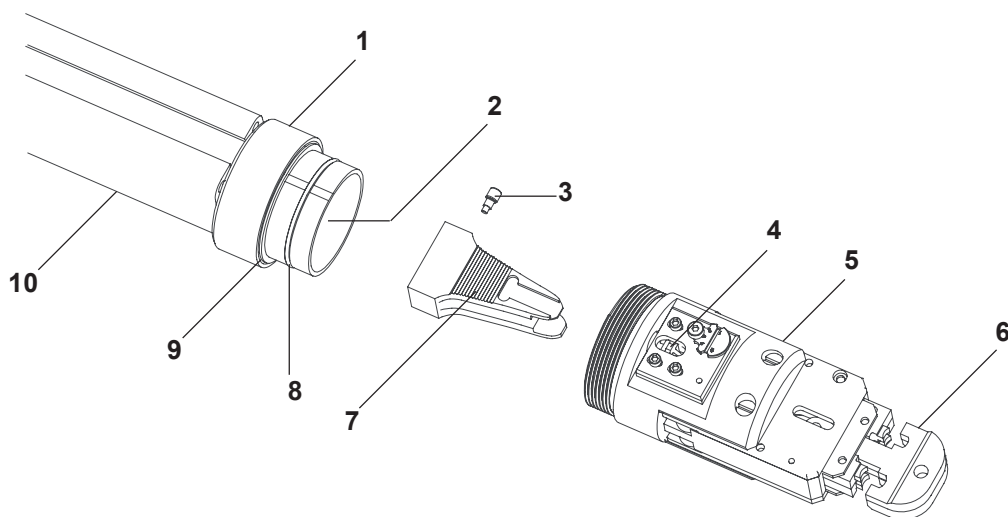

Bild 2
1. Wenn die Nocken-Einstellschraube nicht im Nocken eingesetzt ist, dann drehen Sie die Einstellschraube mit zwei oder drei Umdrehungen in den Nocken ein. Siehe Bild 2.
4. Richten Sie die Sperrklinke der Werkzeughalterung mit den Nocken Zähnen aus und drücken Sie die Werkzeughalterung auf die Antriebseinheit, sodass sie über den Klemmring auf den Kolben der Antriebseinheit gleitet. Siehe Bild 2.